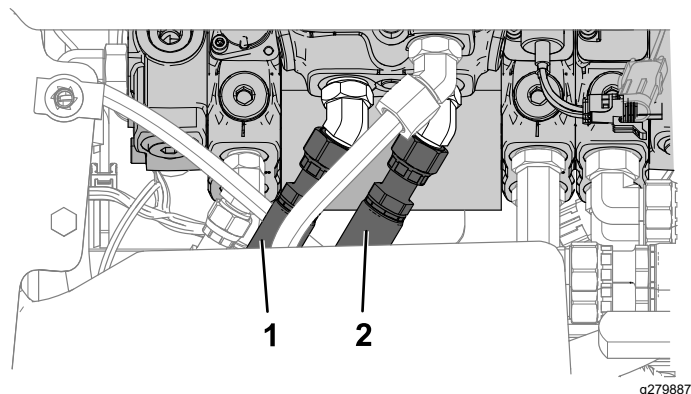

**Figure 11**
2. Débranchez les flexibles hydrauliques montrés à la Figure 11 de la vanne du levier de commande hydraulique.